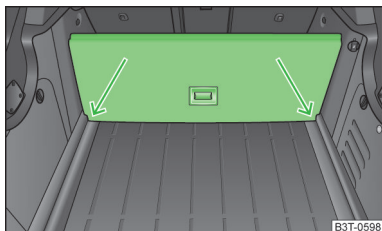

Fig. 95
- Ridicați partea cu suportul și introduceți-o în canelurile marcate cu săgeți » fig. 95.